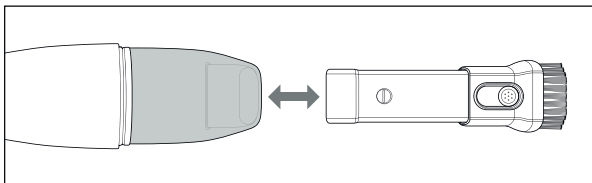

Fig. 2
- ◆ Encaixe o bocal de aspiração 2-em-1 12 na abertura de sucção 2 do aparelho. Certifique-se de que o botão para ajustar o bocal de escova fica apontado para cima (ver fig. 2).
- ◆ Para voltar a retirar o bocal de aspiração 2-em-1 12, puxe-o para fora da abertura de sucção 2 (ver fig. 2).